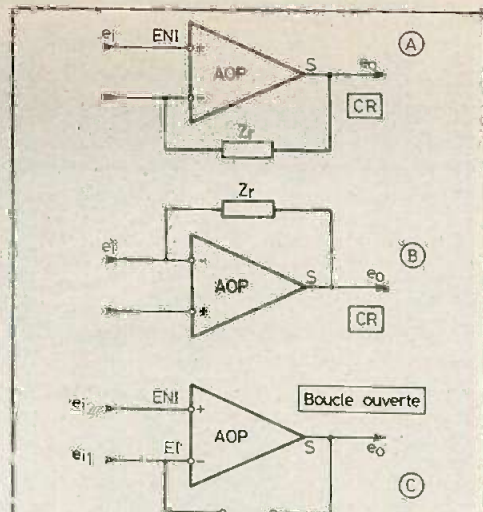

Fig. 5
A la figure 5 on montre les montages de gain d'un AOP.
Le montage général de (C) figure 5 est réalisable avec une entrée différentielle. Le gain en boucle ouverte est alors :
Les montages avec CR des amplificateurs opérationnels ont été indiqués précédemment (voir fig. 5, 6, 7).